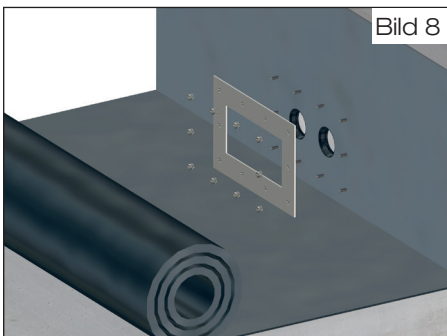

Bild 8
1.8 Dampfsperrbahn mit Losflansch und beiliegenden Schrauben verklemmen (Bild 8). Beiliegende Schrauben mit Steck- oder Ringschlüssel SW 13 gegenüberliegend anziehen. Dichtelemente in Muffen des Schiebeflansches einlegen.